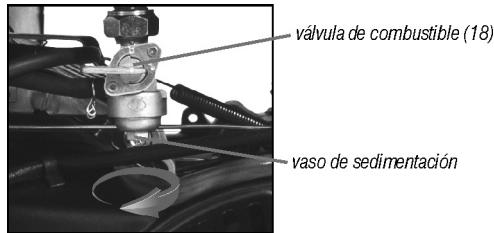

Fig. 23 – retirando vaso de sedimentación
- 3 – Con auxilio de una llave, retire el vaso de sedimentación (fig. 23);